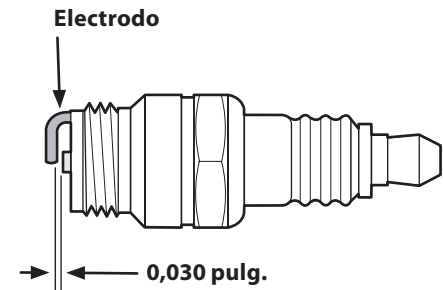

**Figura 6-9**
1. Retire la funda de bujía y utilice una llave para bujías para extraer la bujía. Vea la Figura 6-9.